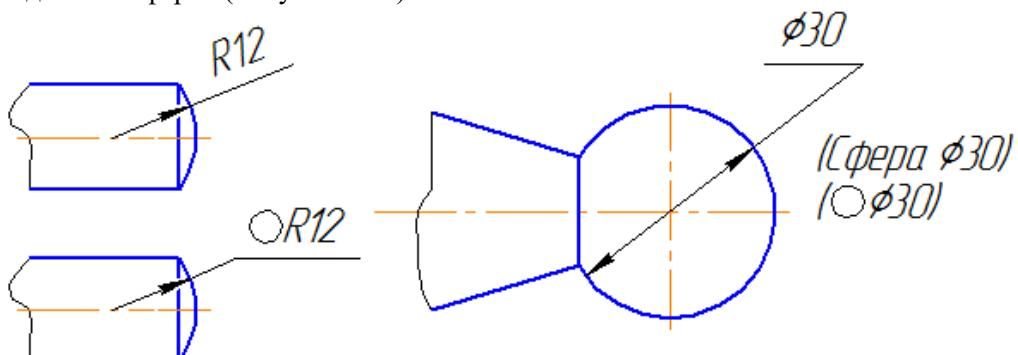

Рисунок 3.16
При указании размера диаметра во всех случаях перед размерным числом наносят знак \emptyset . Перед размерным числом диаметра (радиуса) сферы также наносят знак « \emptyset » (R) без надписи «Сфера» (Рисунок 3.16).